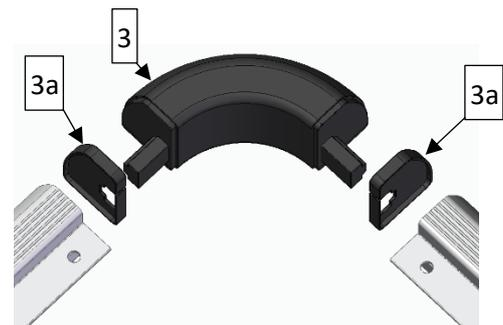

Abbildung 4
Jetzt kommen auf die kurzen Rahmenprofile 1.421mm (2) jeweils zwei Eckverbinder (3) mit je zwei Schnittkanten-Abdeckungen (3a – Abb. 4). Diese werden vorne und hinten vom Fahrzeug auf die schon auf dem Dach montierten langen Rahmenprofile (1) gesteckt. Um das Rausrutschen der kurzen (2) aus den langen Rahmenprofile (1) zu verhindern, wird in allen vier Ecken jeweils eine Eckverbinder-Blechverstärkung (4) auf die Bohrungen der Rahmenprofile gelegt. Durch diese Bohrungen werden von oben Linsenkopfschrauben (8) mit den Sechskantmuttern (9) verschraubt.